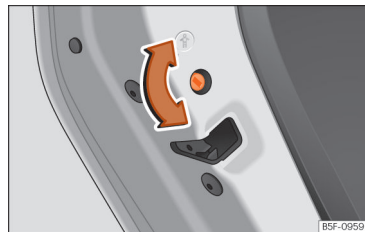

Рис. 79 Дитячий замок лівих дверей.
- Потім поверніть ключем паз на дверях за годинниковою стрілкою (ліві двері) >>> **рис. 79** або проти годинникової стрілки (праві двері).
- Потім поверніть ключем паз на дверях проти годинникової стрілки (ліві двері) >>> **рис. 79** або за годинниковою стрілкою (праві двері).